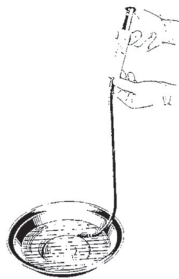

Fig. 3
1. Use una jeringa estéril para irrigar la luz de la prótesis con 20 ml de solución salina fisiológica estéril. Fig. 3. Repítalo al menos dos veces.